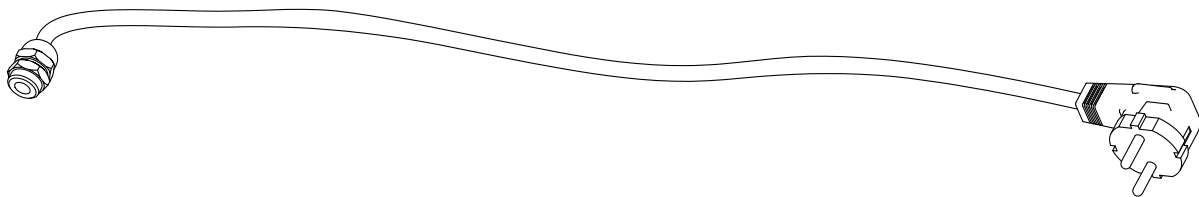

Abb.2-2: Toma de corriente y cable de 230 V
- Um den Netzstecker mit dem Gerät verbinden zu können, klappen Sie vorher den Deckel des Steckers auf (siehe 1, Abb. 2-2). Achten Sie auf die Pfeilrichtung.